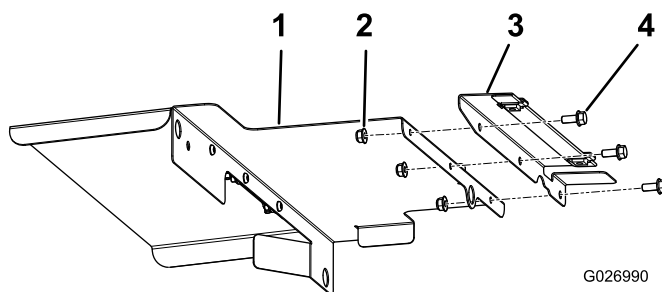

Figura 19
4. Instale el protector de la cubierta izquierda en la cubierta izquierda (Figura 19).